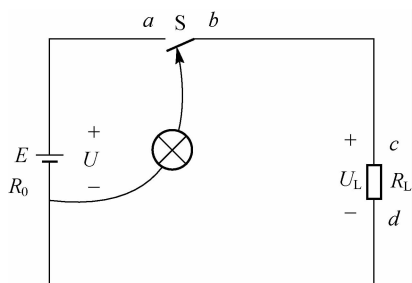

图 3-34 串联电路断路
(1)串联电路中的断路故障。如图 3-34 所示,串联电路中出现断路故障,导致整个电路都不导通。在汽车电路发生断路故障时,通常用试灯或万用表(直流电压挡)去寻找电路的断路点,将试灯一端接在电源负极,另一端依次触及电路接线点 a 、 b 、 c 、 d 。若灯亮,则说明此接线点至电源正极间无断路;若灯不亮,则说明此接线点与前一接线点间有断路。用这种办法逐步缩小查找范围,直至找到断路点。